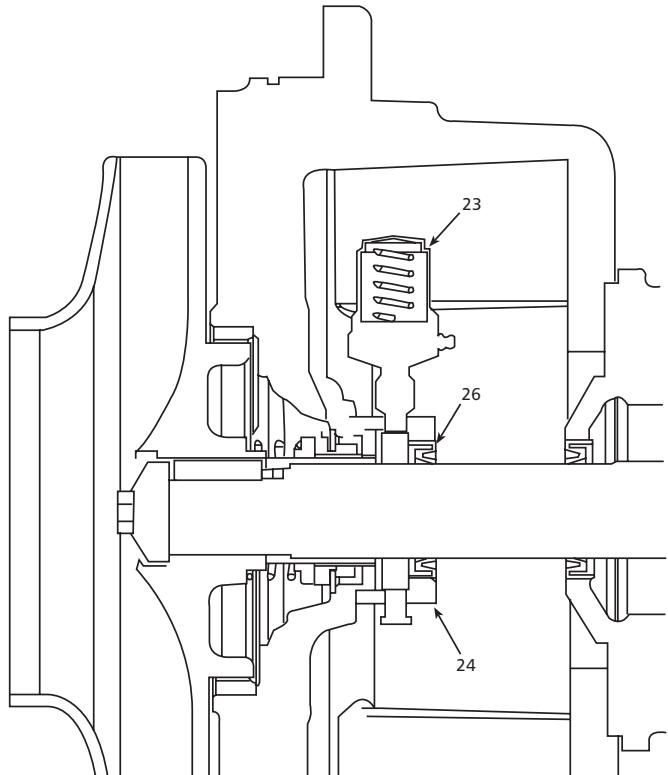

Figure 15
3. Dans le cas du lubrificateur à huile, la boîte de lubrification portera la lettre O, placée en haut, et les deux orifices de $\frac{1}{8}$ po, NPT, seront montés à l'horizontale pour assurer une bonne lubrification. Le joint à lèvre(s) 26 sera toutefois posé sur la boîte de lubrification en sens inverse par rapport à celui de la figure 15.
5. Le lubrificateur à graisse (23) vient avec trois ressorts (argent, rouge et bleu). Le choix du ressort est fonction de la température de service et de la graisse utilisée: